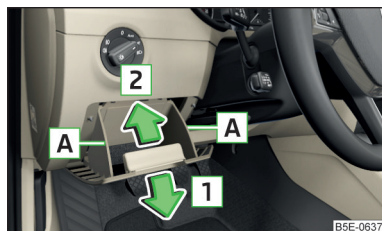

Fig. 352
- › Agarrar el compartimento guardaobjetos de lado en el área [A] y abrirlo tirando en el sentido de la flecha [1] (para abrir es necesaria mayor fuerza) » fig. 352.